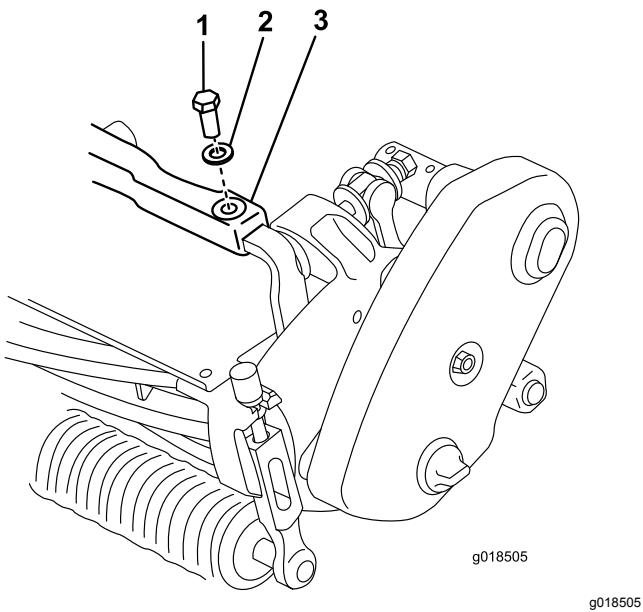

Figure 1
2. Retirez le boulon et la rondelle qui fixent l'extrémité gauche du cadre avant à la patte en haut du plateau de coupe (Figure 1).